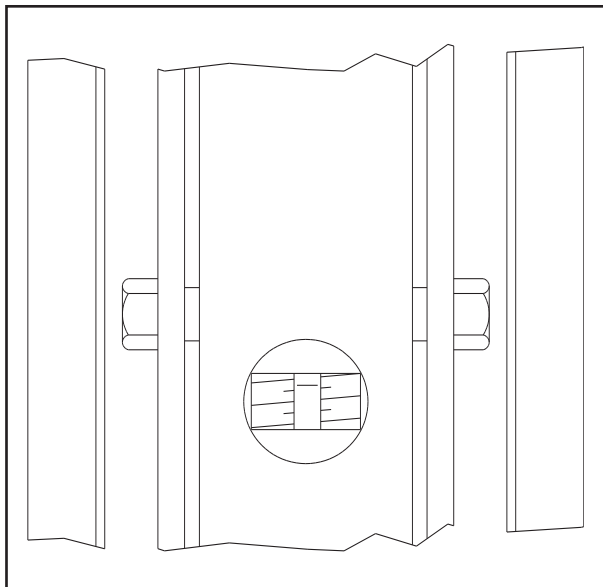

Fig.61 Abb.61
- portare i carrelli ad una altezza tale che le chiocciolate si trovino in corrispondenza dei fori ricavati sui carter (Fig.61).
- raise carriages to same level as holes on side guards (Fig.61).
- placer les chariots à hauteur telle que les écrous se trouvent en regard des trous de visite pratiqués dans les carter (fig.61).
- Die Schlitten bewegen, so daß die Schnecke in Anschluß mit den auf dem Schutzgehäuse Rohren sind (Abb. 61).